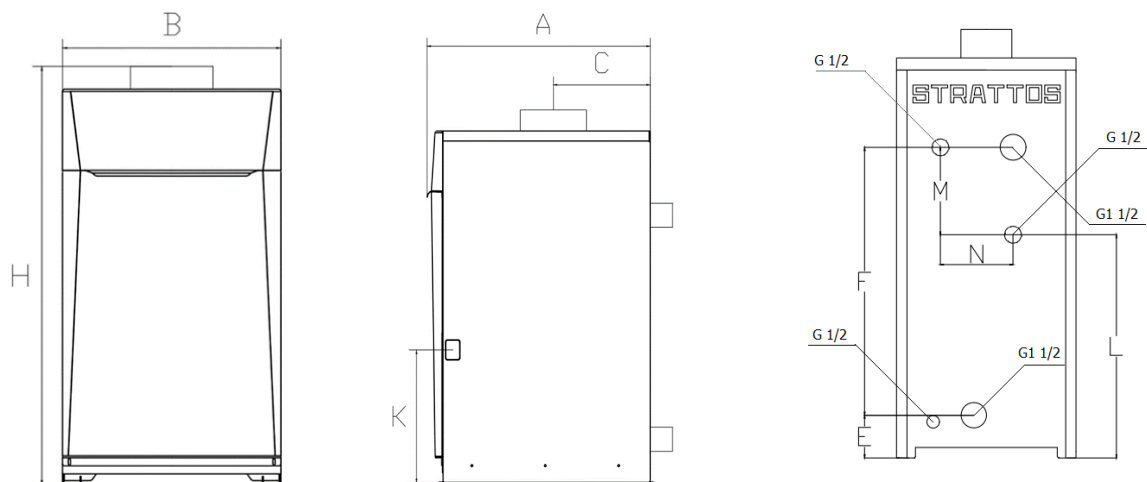

Рис. 1 Общий вид и размеры КОГВ «STRATTOS» 7,5-60 кВт
2.2. Габаритные размеры моделей котлов и расположение присоединительных патрубков представлены на рис.1, 2.